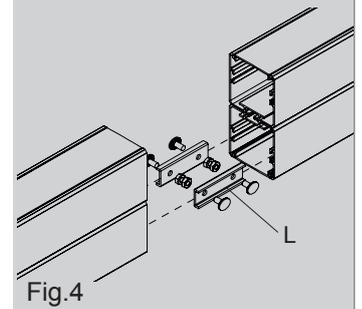

Fig.4
2. Infilare i giunti a scomparsa (L) nelle guide interne dei due apparecchi [Fig. 4], e avvitarli su di un apparecchio. Inserire il giunto lineare sporgente nella guida dell'apparecchio da unire e procedere alla chiusura, facendo particolare attenzione ad unirli bene.
2. Introduce the hidden joints (L) in the internal guides of the two apparatuses [Fig. 4] and screw them on an apparatus. Introduce the protruding linear joint in the guide of the apparatus to join and close, paying particular attention to join them properly.